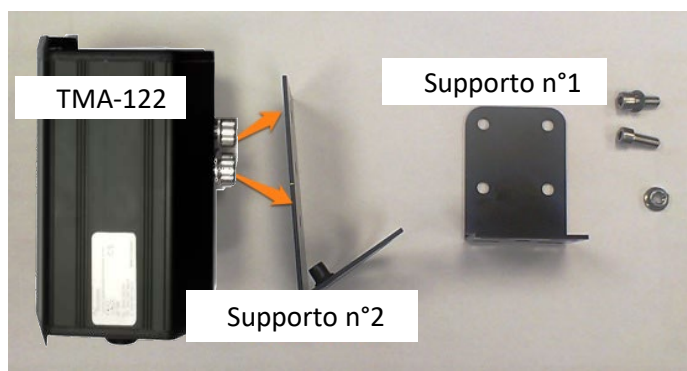

Figura 7: elementi del supporto
3. Fissare il radar sul supporto n°2 (vedi Figura 7: elementi del supporto).